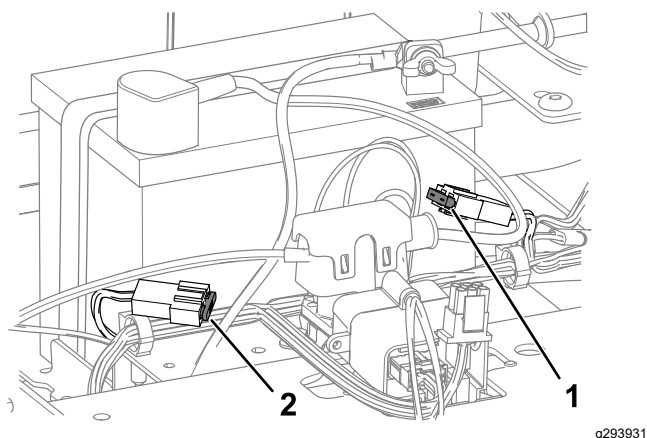

Figura 52
4. Pentru a înlocui o siguranță, tragei sigurană pentru a o îndepărta (Figura 52).